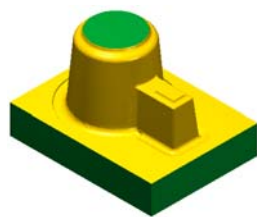

图 11.8.6 仿真结果
(1) 在 **刀具路径管理器** 选项卡中单击 按钮，然后单击“验证已选择的操作”按钮 ，系统弹出“Mastercam Simulator”对话框。
(2) 在“Mastercam Simulator”对话框中单击 按钮。系统将开始进行实体切削仿真，结果如图 11.8.6 所示，单击 按钮。